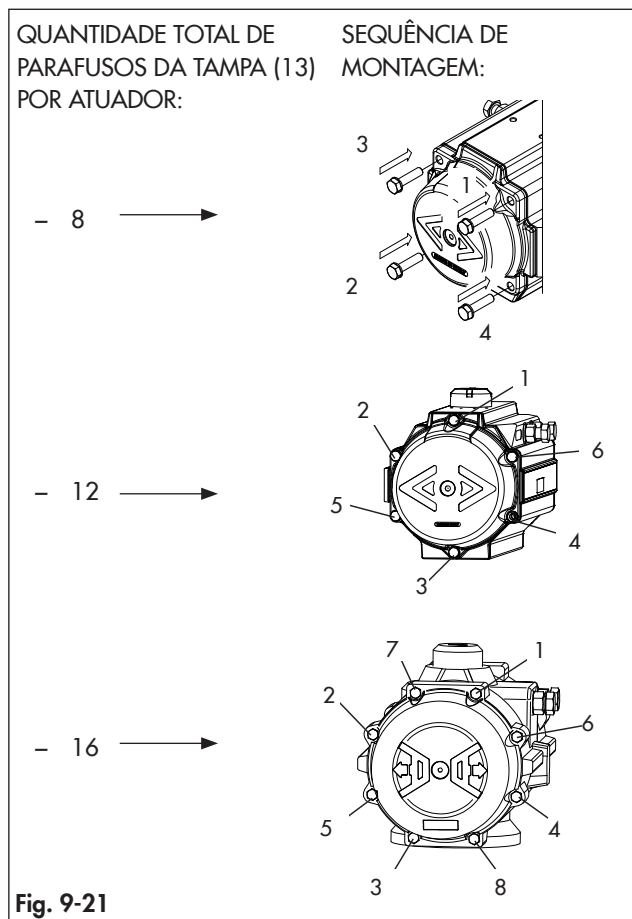

Fig. 9-21
- Fixe a tampa da extremidade (30) apertando parcialmente os parafusos da tampa (13) 1 volta de cada vez seguindo a sequência indicada na Fig. 9-21.
- Observe a sequência especificada mostrada na Fig. 9-21.
- Complete o aperto dos parafusos da tampa (13) apertando 1 volta de cada vez para cada parafuso na sequência mostrada na Fig. 9-21.